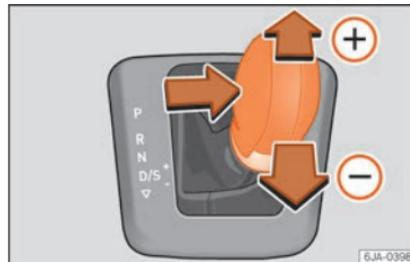

Abb. 218 Wählhebel: Tiptronic
– Drücken Sie den Wählhebel sanft nach vorne **⊕** » » **Abb. 218.**
– Ziehen Sie den Wählhebel sanft nach hinten **⊖** » » **Abb. 218.**